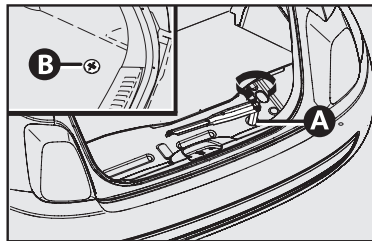

fig. 2
- Para retirar el auxilio, con la ayuda de la llave de la rueda retirar la tapa protectora **B-fig. 2** y girar el tornillo del mecanismo, (localizado dentro del baúl, debajo de la alfombra) **A-fig. 2**, en el sentido anti horario hasta que se caracterice el bloqueo del movimiento de la llave por el tope del mecanismo.
- Recolocarla la tapa de protección **B-fig. 2**.